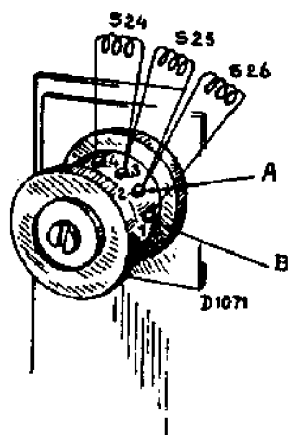

Fig. 4
1. De verbindingen A en B van C25 worden verbonden met de punten 1 en 2 van S26. (fig. 4).